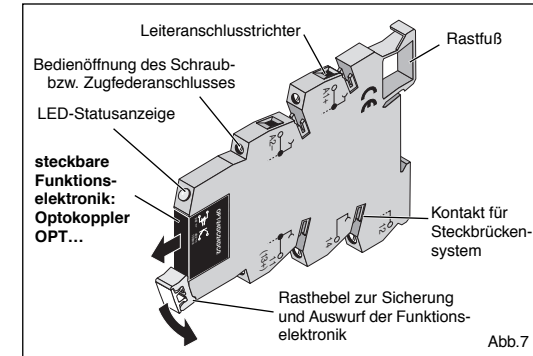

Abb.7
**4.1. Optokoppler (Abb.7/8)**